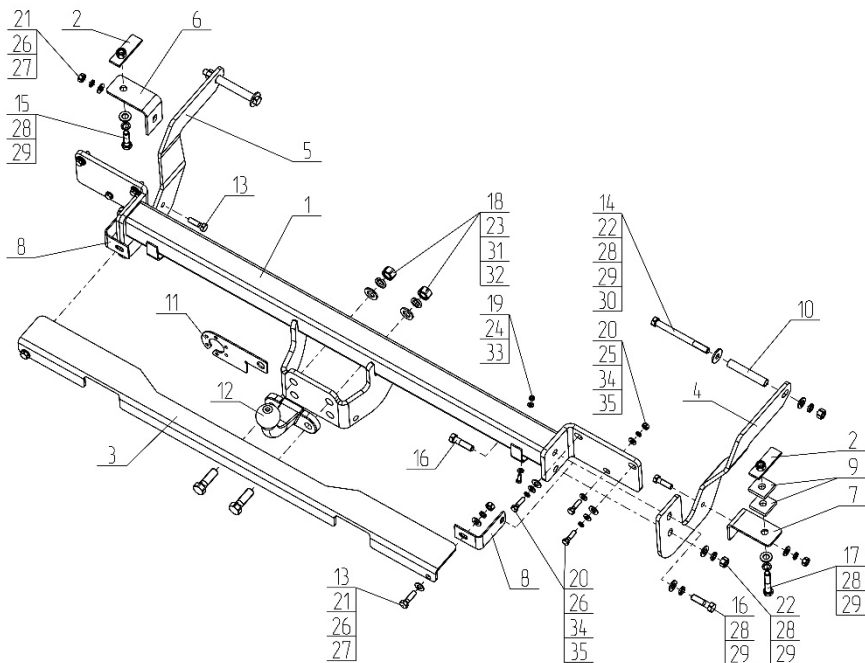

Рис.1.
- Установить боковые кронштейны (поз.4,5) с помощью крепежных элементов, показанных на Рис.1 и дистанционных втулок (поз.10), предварительно рассверлив внутреннюю часть лонжеронов до Ø18мм;